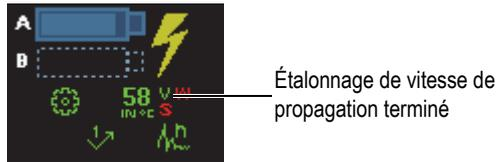

Figure 5-5 Indicateur de la vitesse de propagation (V) de couleur verte lorsque l'étalonnage de la vitesse est complété
La vitesse de propagation des ondes ultrasonores est maintenant étalonnée. Dans la partie inférieure gauche de l'écran, l'indicateur d'étalonnage de la vitesse de propagation (V) s'affiche en vert (voir la Figure 5-5 à la page 133).